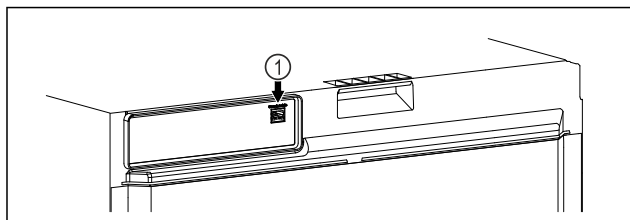

Fig. 105
- ❑ SmartModule Fig. 105 (1) ist eingesetzt.